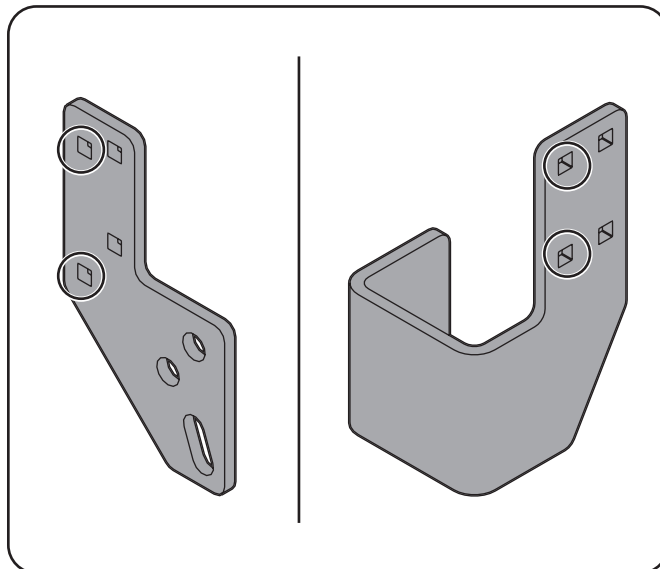

Figure 1-5
1. Consultez la Figure 1-5 ci-dessous pour localiser les orifices de montage appropriés sur les supports de galet de gauche et de droite (n° 6 et n° 7) de votre trousse.